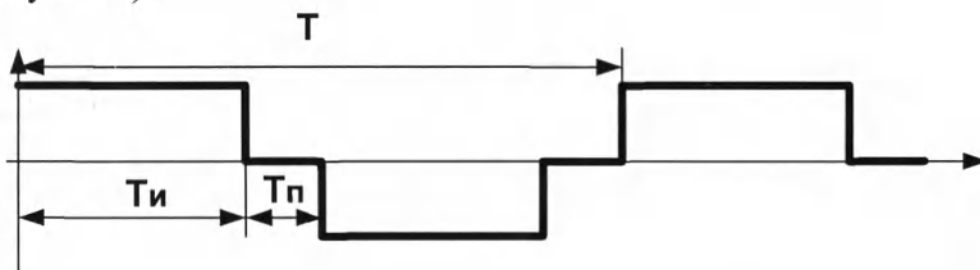

Рисунок 7 – Осциллограмма выходного сигнала аппаратов в режиме 5
2.3.4.5 **Режим 5:** вибрация более интенсивного сильного воздействия (см. рисунок 7).